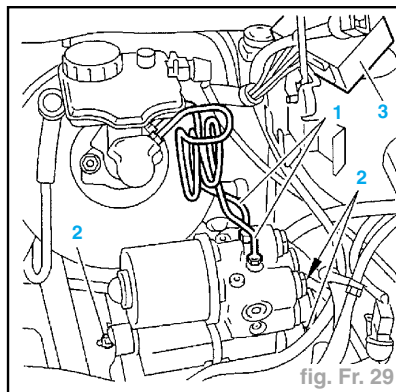

fig. Fr. 29
- les 2 tubes (1) (fig. Fr. 29),
- les 3 écrous (2).